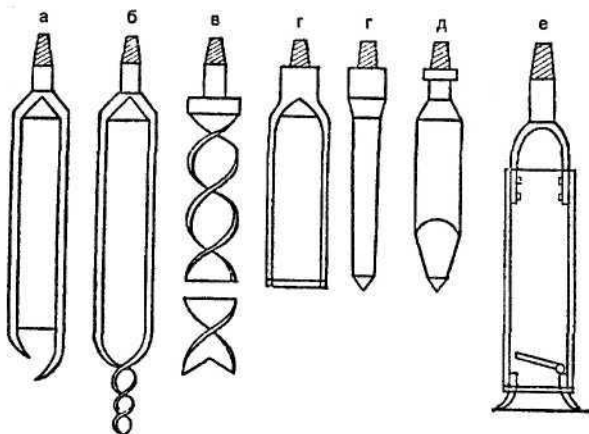

Рис. 8. Инструменты для бурения:
Бурение скважины выполняют с помощью бура или специального бурового инструмента. Буровой инструмент имеет разные названия, диаметр и массу. Применяют его для бурения различных пород путем вращения или долбления, т.е. нанесения по породе сильных ударов инструментом, насаженным на штангу (рис. 8).
- *Буровые ложки (рис. 8а)* применяют для бурения скважин преимущественно в устойчивых
легких породах: чистых, влажных песках, глинистых песках, песках с мелким гравием, суглинках и песчанистых глинах. Ложки изготавливают из листовой стали или стальных труб с обязательной термообработкой. Корпуса ложек изготавливают диаметром 70, 102, 140, 198 мм и длиной 700-750 мм. Эти ложки предназначены для обсадных труб с внутренним диаметром 78, 115, 155 и 205 мм. В основном используют ложки с лезвием и змеевиком. При работе ложки с лезвием и двумя заостренными резцами требуется нажим определенной силы, чтобы она врезалась в породу и срезала ее. Ложка со змеевиком на конце (рис. 8 б) облегчает бурение, так как нажимать на нее во время работы почти не требуется, поскольку змеевик ввертывается в грунт и тянет за собой ложку.
*Змеевик (спиральный бур)* (рис. 8 в) применяют для бурения скважин в глинах и суглинках с содержанием некоторого количества гравия. Он состоит из головки с конусообразной резьбой и нескольких спиральных витков, оканчивающихся в нижней части лезвием. Шаг спирали принимают, как правило, равным диаметру змеевика. Изготавливают из полосовой стали нужной марки и вязкости. Закаливают змеевик на высоту спирали. Перекаленный металл непригоден, так как при бурении он может сломаться и удалить его из скважины практически невозможно.
• *Долота* (рис. 8 г, д) применяют для ударного бурения. Они подразделяются на зубильные,
- *Желонки* (рис. 8 е) бывают простые и поршневые. Желонки служат для извлечения из скважины пробуренной ударным способом породы, а также для бурения сыпучих и рыхлых пород. Корпус желонки изготовляют из трубы длиной 2-3 м. Вверху имеется резьба для крепления к штанге или серьга для крепления к канату, внизу — стальной башмак с клапаном. Нижнюю часть башмака делают острой, диаметром на 4-8 мм больше наружного диаметра корпуса желонки.